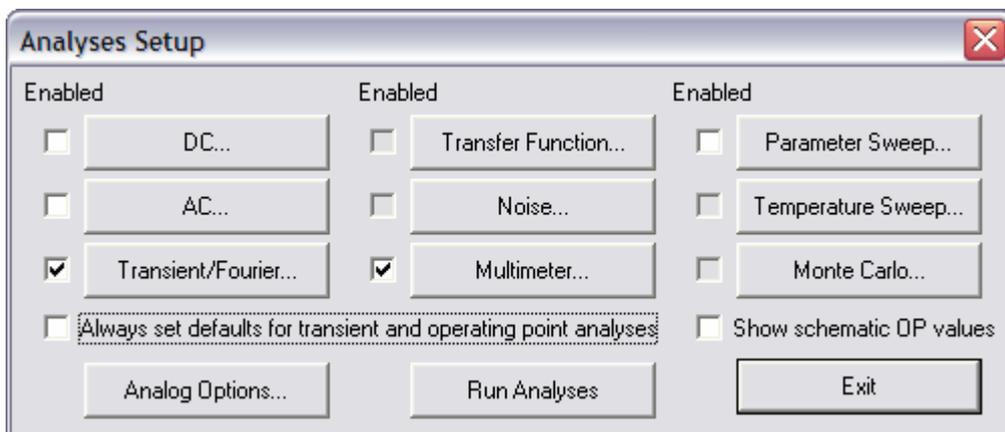

Figura 5
2.4 Corremos la simulación, presionando [Run Analysis] del cuadro de diálogo de la figura 5, o cerramos ese cuadro y procedemos a ejecutar la simulación con el ícono correspondiente. Para ver las curvas en el osciloscopio, debemos previamente seleccionar a éste, ya que se puede alternar su uso con el multímetro. Para eso, hacemos un click sobre la barra superior del cuadro de dicho componente. Haciendo click con el puntero del mouse, mostrado ahora como punta de pruebas, podemos observar las curvas que nos interesan. Por ejemplo, entre los componentes R y C, podemos observar la gráfica siguiente (en la misma hemos desplazado el cursor horizontal < c > hasta 6.3V, que un voltaje de 63 % del máximo, y el cursor vertical < d > hasta la intersección entre el cursor anterior con la curva. Vemos que este último queda posicionado en un tiempo aproximado de 1 mS, que corresponde a la constante de tiempo.